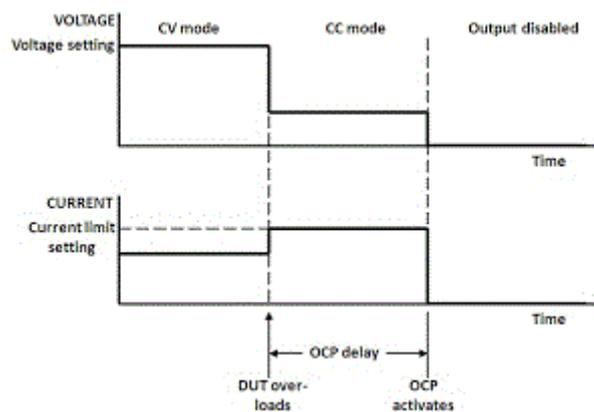

图 1：OCP 的工作原理
通过将电流限制到设定最大电流值，可以对被测件提供充分的保护，使其不会在遇到过大电流时受到损坏。当在电流限制状态时，如果过载消失，那么电源会自动恢复到恒电压 (CV) 工作状态。不过，对于某些极易受过载影响的被测件来说，仅仅进行电流限制可能是不够的。在这种情况下，可以将过流保护 (OCP) 与电流限制结合使用。在OCP启动后，当直流电源进入电流限制状态时，OCP会在指定时延后，接管对直流电源的控制，关闭直流电源的输出。工程师可以通过编程控制时延。这样，在遇到不会对被测件造成损坏的短时间峰值电流，以及其他可接受的短时过载，OCP不会立即启动，关闭直流电源输出。OCP与过电压保护 (OVP) 的相同点是，在OCP启动而关闭电源输出后，需要执行输出保护清除 (Output Protect Clear)，以使电源复位，重新启用其输出。不同点是，OCP可以启动和关闭，默认设置通常是关闭；而OVP通常始终是启用的，不能关闭。图1为典型的OCP事件。